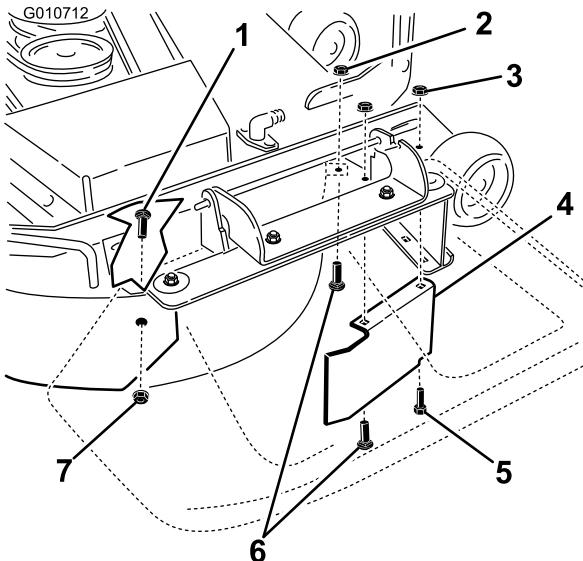

Figura 33
9. Retire el perno de cuello cuadrado (5/16 x 3/4 pulgada) y la contratuerca (5/16 pulgada), situados en la pared trasera de la plataforma de corte, que sujetan el deflector a la plataforma (Figura 33).
10. Localice el protector del deflector en el borde delantero del orificio de descarga lateral. Retire los fijaciones que sujetan el protector del deflector y el deflector derecho a la plataforma de corte, según se muestra en Figura 33. Retire el protector del deflector y guarde todos los herrajes.
12. Instale las fijaciones retirados anteriormente en los taladros delanteros de la placa de descarga y en el taladro delantero de la plataforma (Figura 33).